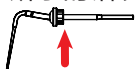
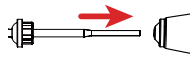

图 6 工作尖
图 7 工作尖安装图
1) 选择所需要的工作尖，工作尖上（如图 6 红色箭头所指出处）有六角梅花插头，如图 7 所示安装工作尖时可根据使用情况选择合适的方向将工作尖插入到主机中。